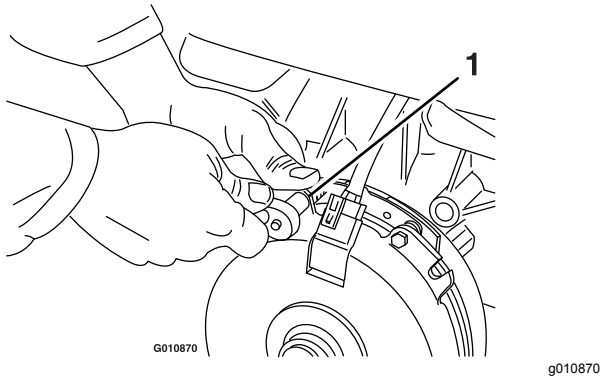

Figura 74
- A. Afloje ambos pernos de montaje del freno entre media y una vuelta, tal y como se muestra en la Figura 74.